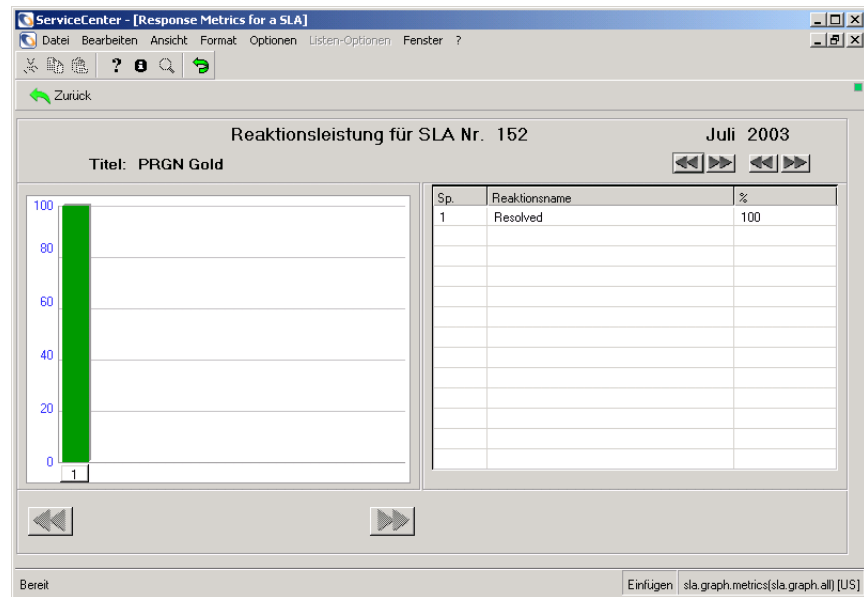

Abbildung 9-30: Reaktionsmesswerte für einen einzelnen SLA
- 6 Klicken Sie auf die Nummernschaltfläche einer Spalte, um die Reaktionsmesswerte für einen einzelnen Monat anzuzeigen. Abbildung 9-30 zeigt die Reaktionsleistung für einen SLA.